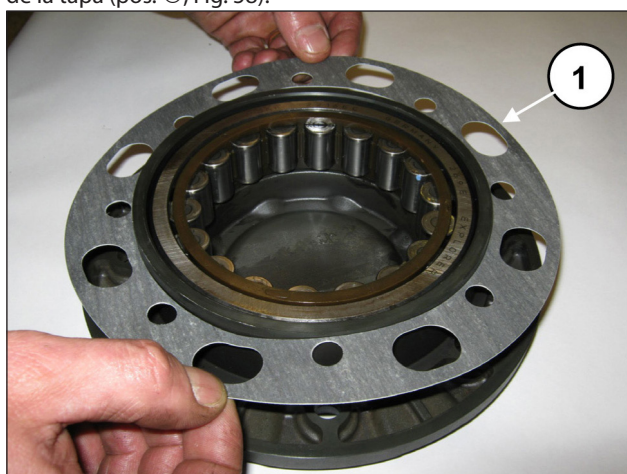
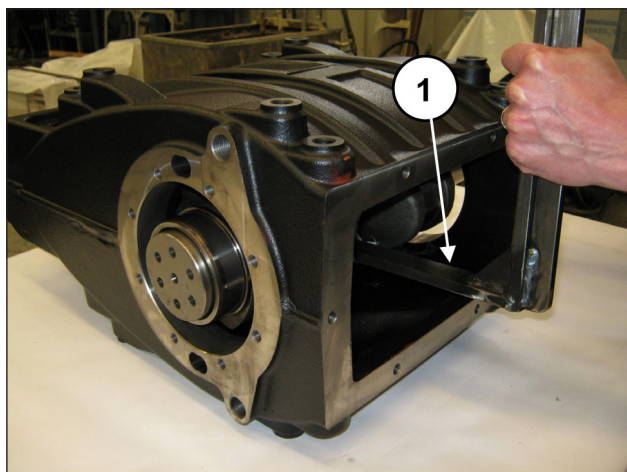

Fig. 57
Fig. 58
Introducir la junta lateral en la tapa del cojinete (pos. ①, Fig. 57) y levantar el eje acodado para facilitar la introducción de la tapa (pos. ①, Fig. 58).